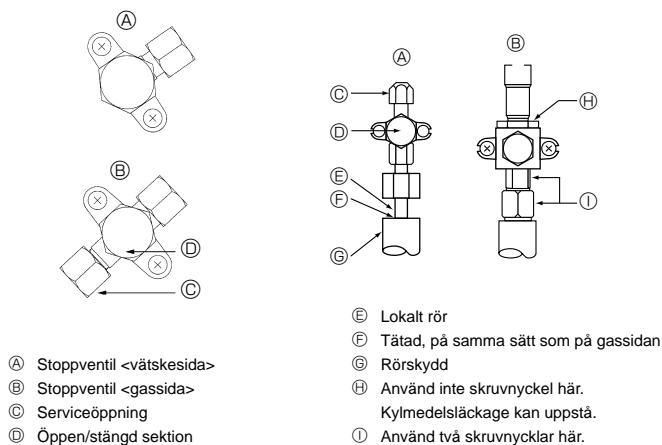

Fig. 4-4
4.4. Provmetod för att kontrollera om köldmedelsrören är lufttäta (Fig. 4-4)
- ① Anslut testverktygen.
- ② Trycksätt inte till det angivna trycket direkt, utan lägg på trycket lite i taget.
- ① Trycksätt till 0,5 MPa (5 kgf/cm²G), vänta i fem minuter, och kontrollera att trycket inte minskar.
- ② Trycksätt till 1,5 MPa (15 kgf/cm²G), vänta i fem minuter, och kontrollera att trycket inte minskar.
- ③ Trycksätt till 4,15 MPa (41,5 kgf/cm²G) och mät den omgivande temperaturen och köldmedelstrycket.
- ③ Om det angivna trycket håller i ungefär en dag utan att minskar, har rören klara testet och det finns inga läckor.
- ④ Om trycket minskar i steg (2) eller (3), finns det en gasläcka. Leta efter orsaken till denna gasläcka.